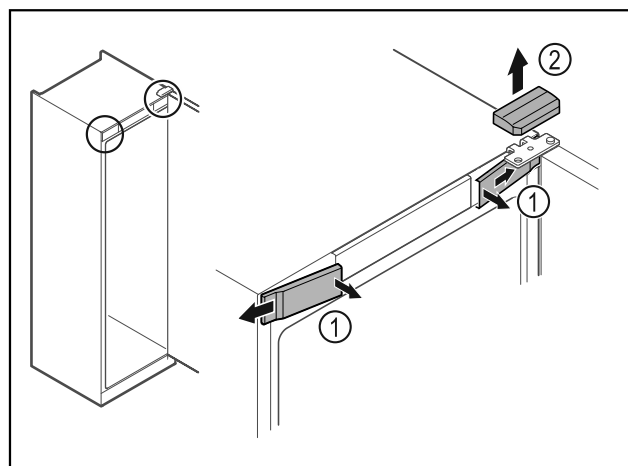

Fig. 8 *
- Voorste afdekkingen Fig. 8 (1) binnen ontgrendelen en naar de zijkant toe verwijderen.*
- Bovenste afdekking Fig. 8 (2) naar boven toe verwijderen.*